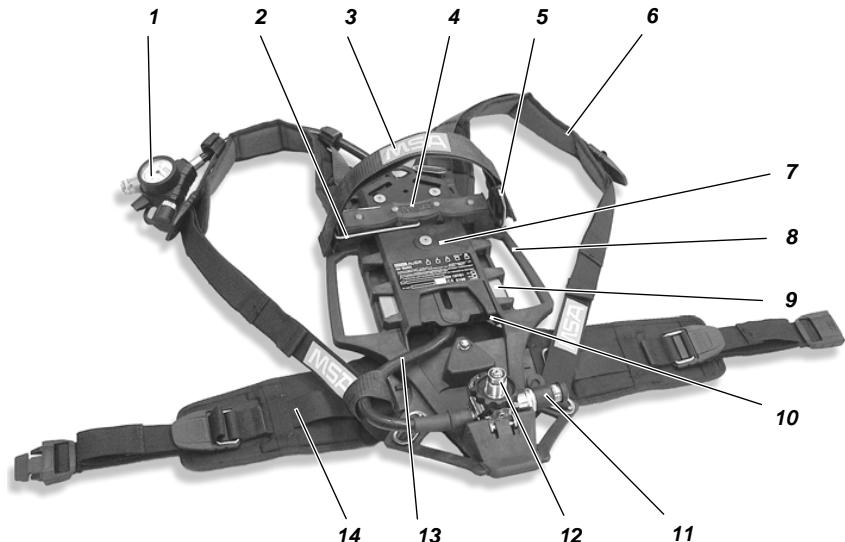

Fig. 1 AirMaxx SL pusteapparat med komprimert luft
- (1) Sett pusteapparatet med komprimert luft horisontalt slik at baksiden viser oppover (se Fig. 1).
- (2) Sett luftbeholderskillet (2) i horisontal posisjon ovenfor spennen (5) helt til den går i lås.
- (3) Sjekk utstyret på trykkforminsker (12) for korrekt tilstand.
- (2) Sett luftbeholderskillet (2) i vertikal posisjon helt til den går i lås.
- (3) Hvis det ikke er koblet til en T-stykke på trykkforminsker (12), sjekk utstyret på trykkforminsker og T-stykket og skru den inn uten å bruke makt.